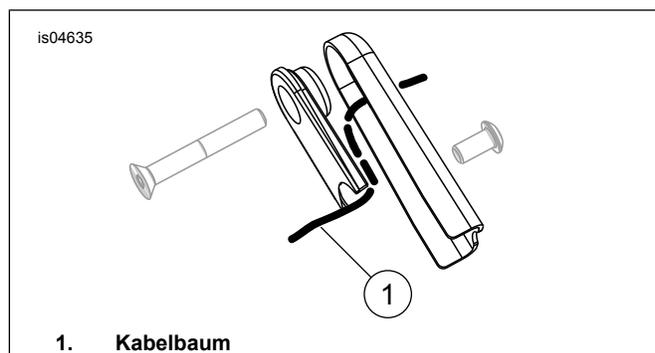

Abbildung 6. Kabelbaum-Verlegung
- Siehe Abbildung 6. Die Blinkerverkabelung und den Steckverbinder durch die mittlere Öffnung in der Blinkerumbauhalterung und unter den rückwärtigen Teil der Schutzblechstütze einziehen.